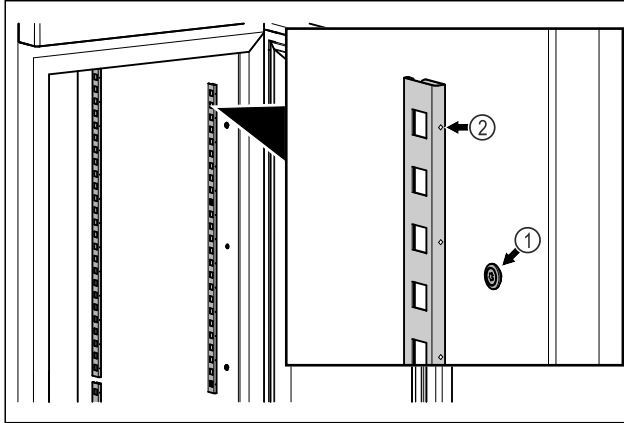

Fig. 48 Esimerkkikuva
- Kiinnitä pidikekiskot Fig. 48 (1) ripustimeen. Merkinnän Fig. 48 (2) on osoitettava eteenpäin.